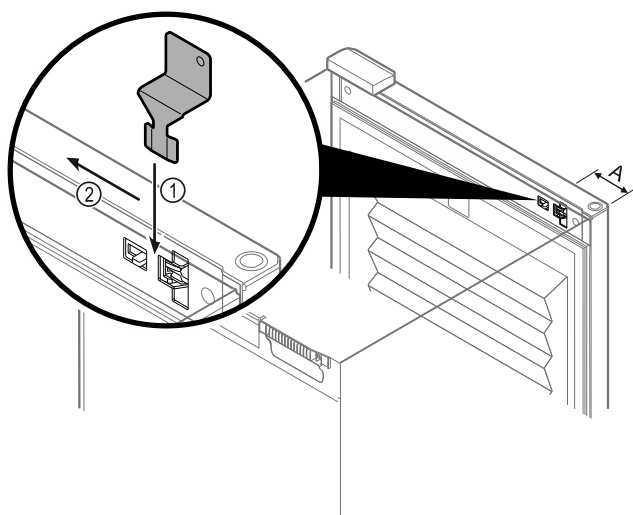

Fig. 100
- Posizionare la chiave di sblocco di emergenza nella posizione specificata Fig. 100 (A) $\approx$ 100 mm.
- Inserire la chiave di sblocco di emergenza Fig. 100 (1) tra la porta e il corpo dell'apparecchio dall'alto fino a battuta.
- Tirare la chiave di sblocco di emergenza verso la cerniera. Fig. 100 (2)